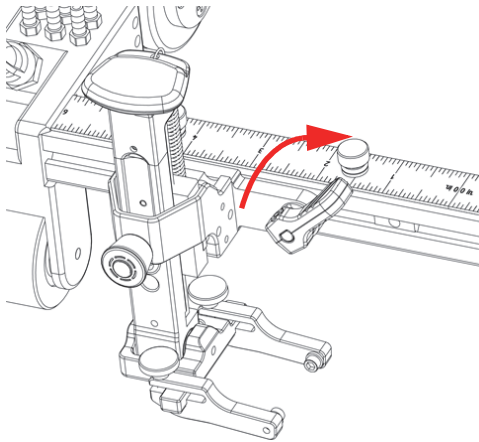

Abbildung 2-16 Positionshebel verriegelt
3. Drehen Sie den Positionshebel im Uhrzeigersinn, um den Sensorhalter zu arretieren (Abbildung 2-16 auf Seite 47).